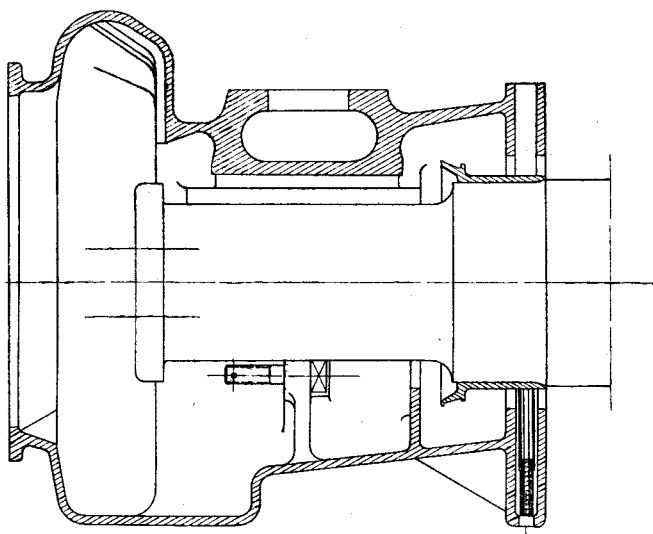

Fig. 5.
3. **Anbring Akselkassen paa Sølen** (Fig. 5). Sølen beskyttes hensigtsmæssigt med et Stykke Læder for at undgaa Beskadigelse.